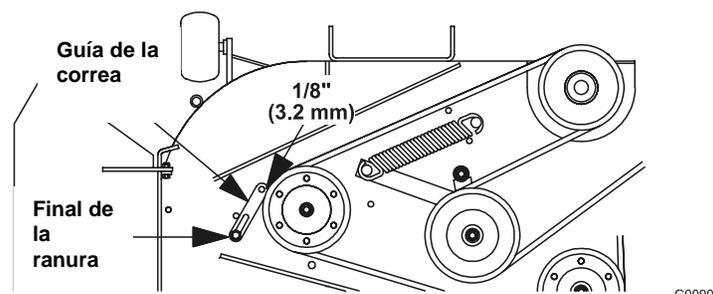

FIGURA 10
- c) Note la guía de la correa asegurado a la plataforma cerca del soporte del escudo y la polea del lado derecho. Con el perno de la guía al final de la ranura, la guía debe tener una separación de 1/8” (3.2 mm) de la correa (Vea Figura 10).